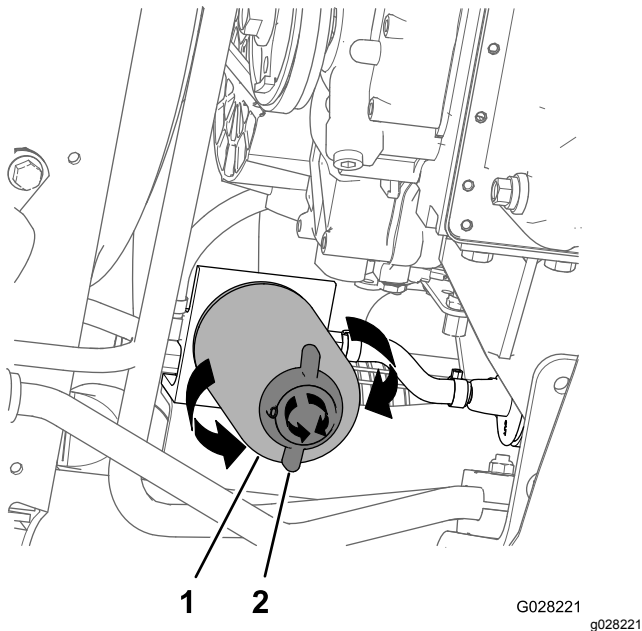

Figura 75
4. Alinhe um recipiente de escoamento debaixo do filtro do combustível; consulte Figura 75 na Substituir o filtro separador de água \(página 64\).
2. Coloque um recipiente de escoamento por baixo do filtro separador de água (Figura 75).
3. Rode a válvula de drenagem na parte inferior do recipiente do filtro separador de água no sentido contrário ao dos ponteiros do relógio (Figura 75).
4. Limpe a área em torno do recipiente do filtro separador de água e da montagem do adaptador do filtro (Figura 75).
5. Retire o filtro separador de água (Figura 75).
9. Certifique-se de que a válvula de drenagem na parte inferior do filtro separador de água é rodada no sentido dos ponteiros do relógio com firmeza (Figura 75).